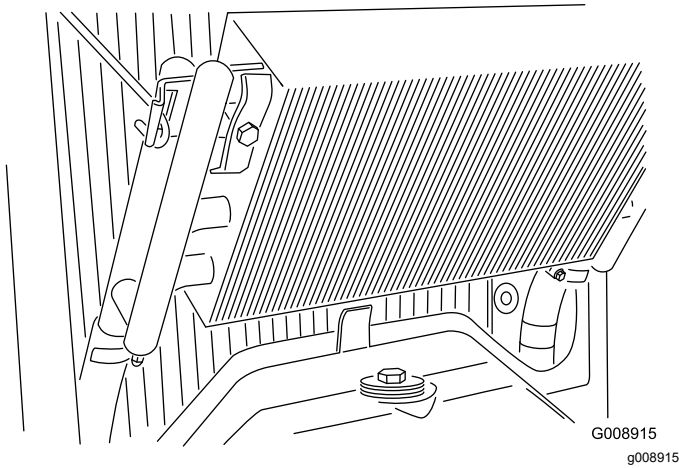

Figura 59
3. Desenganche el enfriador y gírelo hacia atrás (Figura 59). Limpie a fondo ambos lados del enfriador de aceite y la zona del radiador con agua o aire comprimido. Gire el enfriador a su posición inicial.